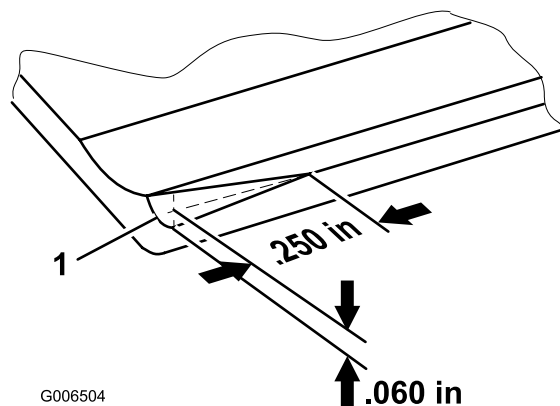

Figura 19
**Nota:** Col tempo, l'imbocco (Figura 19) dovrà essere riaffilato in quanto è stato progettato per durare il 40% della vita della controlama.